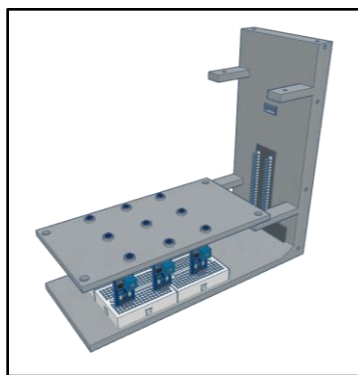

Рисунок 16. Ход сборки с P1 и P2, фотодиодами и платой интерфейса GPIO.
- с. Установите деталь P2 поверх фотодиодов. Аккуратно вставьте все 9 фотодиодов в отверстия в P2. Затем закрепите деталь двумя винтами М3 длиной 6 мм (**Рис. 16**). **Пока не затягивайте её полностью; P2 должна быть ориентирована так, чтобы приподнятые направляющие светодиодов (т.е. выступы в отверстиях для каждого светодиода) были направлены вверх..*